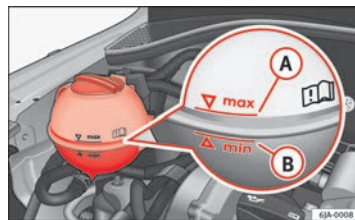

Fig. 119 Vano motor: Depósito de líquido refrigerante
Para rellenar, se recomienda utilizar el líquido anticongelante, cuyo tipo está marcado en la tapa del depósito del líquido de refrigeración ⇒ fig. 119.
- Compruebe el nivel de líquido refrigerante en el depósito de expansión del mismo ⇒ fig. 119. Con el motor frío, el nivel de líquido refrigerante debe encontrarse entre las marcas **(B)** (min.) e **(A)** (max.). Con el motor caliente, el nivel puede sobrepasar también ligeramente la marca **(A)** (max.).
- Coloque un trapo sobre el tapa del depósito de expansión de líquido refrigerante → fig. 119 y desenrosque el tapón con **cuidado**.
¡No rellene el depósito de líquido refrigerante más allá de la marca  (max.) → fig. 119! El líquido refrigerante excedente es expulsado del sistema de refrigeración al calentarse por la válvula de sobrepresión situada en el tapón de cierre del depósito de expansión de líquido refrigerante.